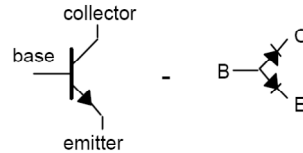

Figura 2.2 – O transistor visto como diodos equivalentes.
- a) Utilizando a função de teste de diodo do multímetro, teste os dois diodos que fazem parte do TBJ conforme ilustração da Figura 2.2. Meça sua tensão de polarização direta. Anote os valores para um (ou mais) transistor indicando seu modelo.